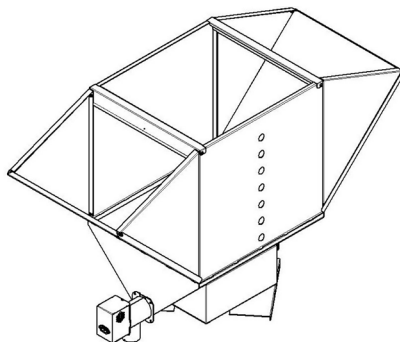

Рисунок 3 - Бункер котельный
- Бункер котельный (рисунок 3), конструкция которого подразумевает его установку непосредственно на котёл.